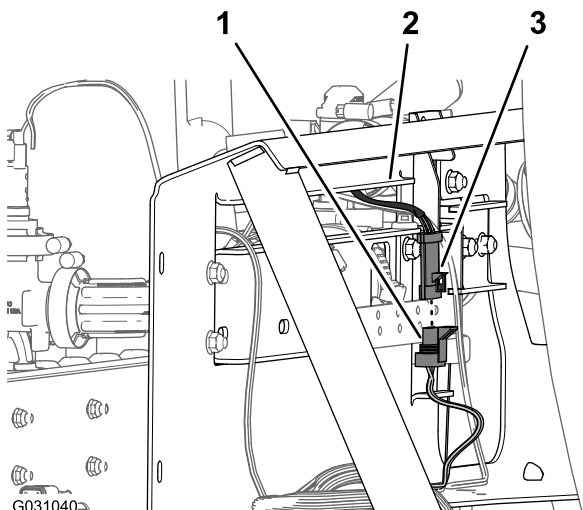

Рисунок 110
6. Подсоедините 3-штыревой разъем жгута проводов клапана перемешивания к 3-гнездовому разъему с маркировкой **Agitation Valve** (Клапан перемешивания) (Рисунок 110) отвления длиной 203 см жгута проводов.